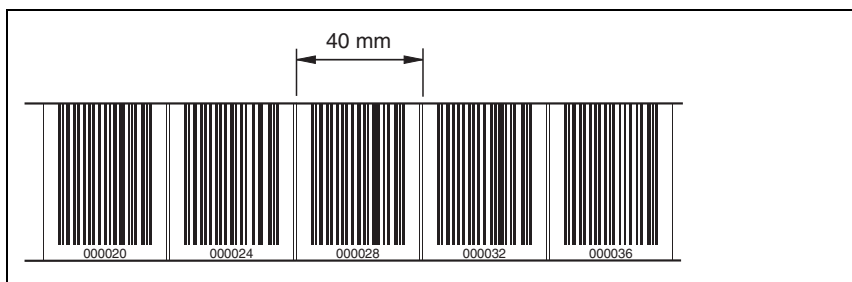

Figura 6.10: Controllo del risultato di stampa del kit di riparazione NCB
3. Controllare il risultato di stampa misurando la distanza tra due codici (vedi figura 6.10).